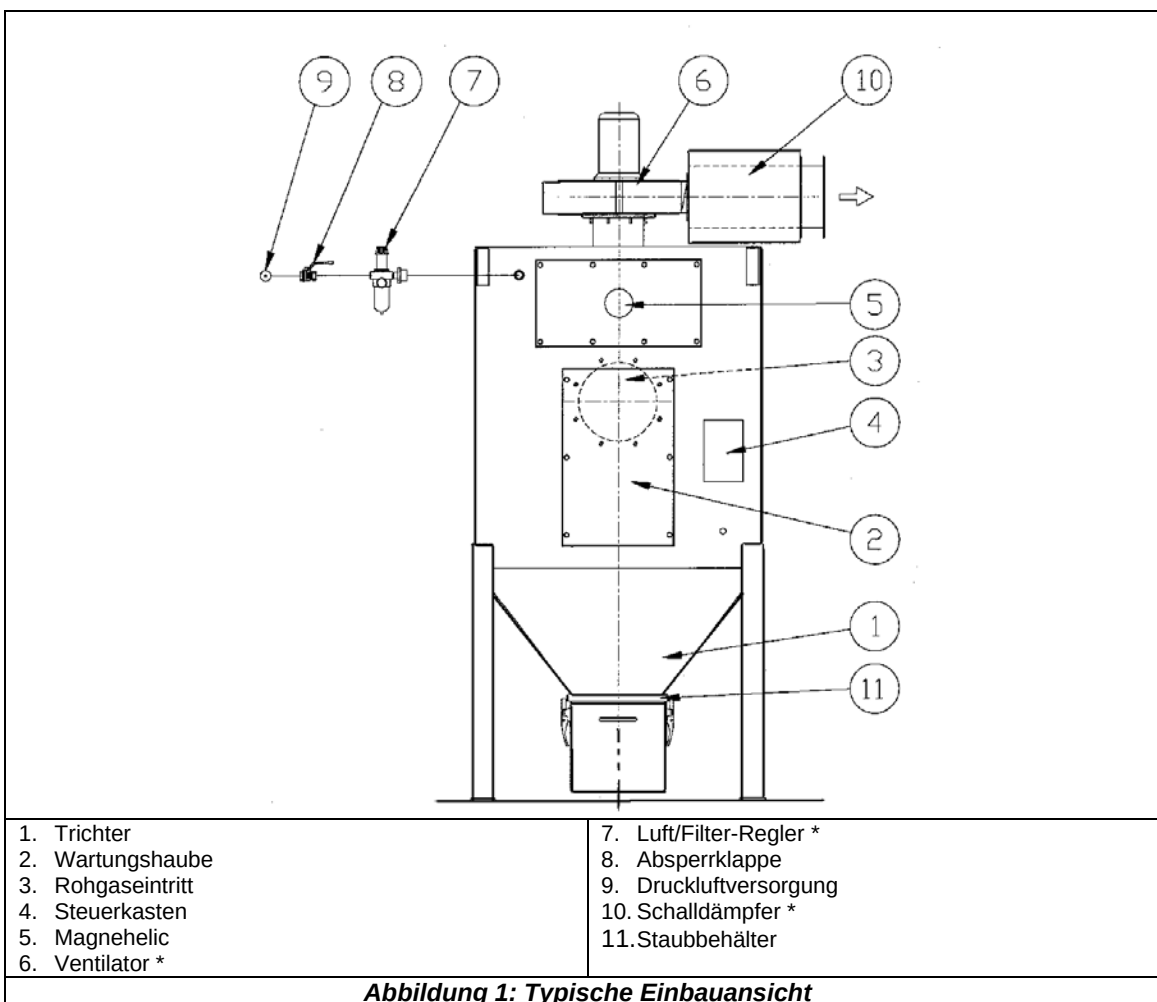

Abbildung 1: Typische Einbauansicht
- Leeren des Staubaustragssystems (Abb. 1, Nr. 11)
- Schließen Sie die Druckluftspeiseleitung an den Druckluftanschluss des Entstaubers an (Abbildung 1, Nr.8)